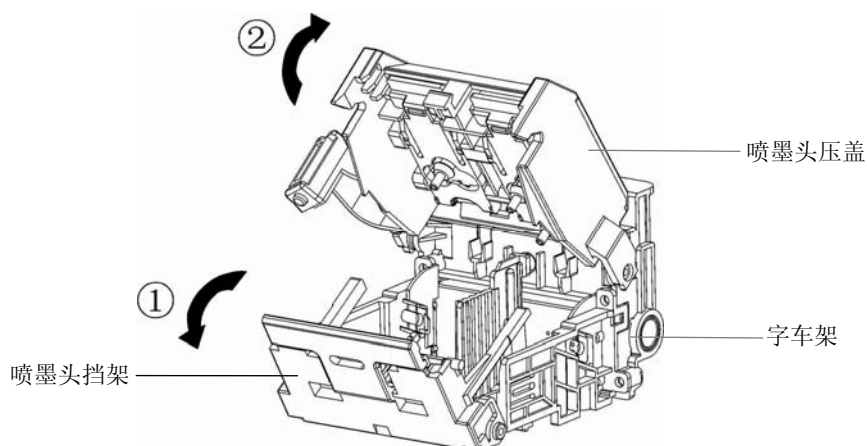

图 2-9 扳开喷墨头挡架
- ③ 将字车架组件的喷墨头挡架按箭头方向向前扳开，喷墨头压盖将同时向上翻起（如图 2-9 所示）。